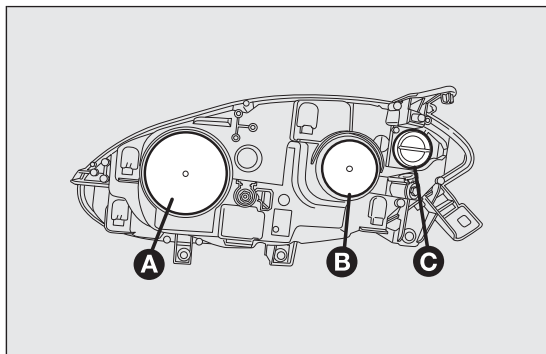
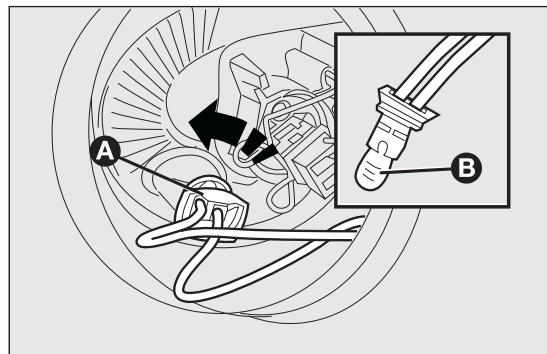

fig. 139
fig. 141
La disposición de las lámparas del grupo óptico es la siguiente fig. 139:
- ☐ quitar la tapa de protección B fig. 139;
- ☐ montar correctamente la tapa de protección A fig. 139.
- ☐ quitar la tapa de protección A fig. 139;
- ☐ girar hacia la izquierda el portalámpara A fig. 141 y extraerlo;
- ☐ montar la nueva lámpara, introducir nuevamente el portalámpara A fig. 141 y, a continuación, montar de nuevo correctamente la tapa de protección B fig. 139.
- ☐ montar de nuevo correctamente la tapa de protección B fig. 139.
- ☐ girar hacia la izquierda la tapa de protección C fig. 139 ;